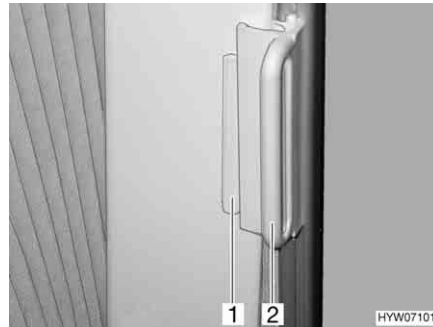

Fig. 106 Dispositif occultant plissé, fenêtres de la cabine de conduite
- Saisir les dispositifs occultants plissés par la poignée (Fig. 106,2) et tirer avec précaution jusqu'à ce que le blocage magnétique les maintienne fermés.
- Pousser la poignée (Fig. 106,2) sur la pièce de fixation (Fig. 106,1). Le dispositif occultant plissé est bloqué.